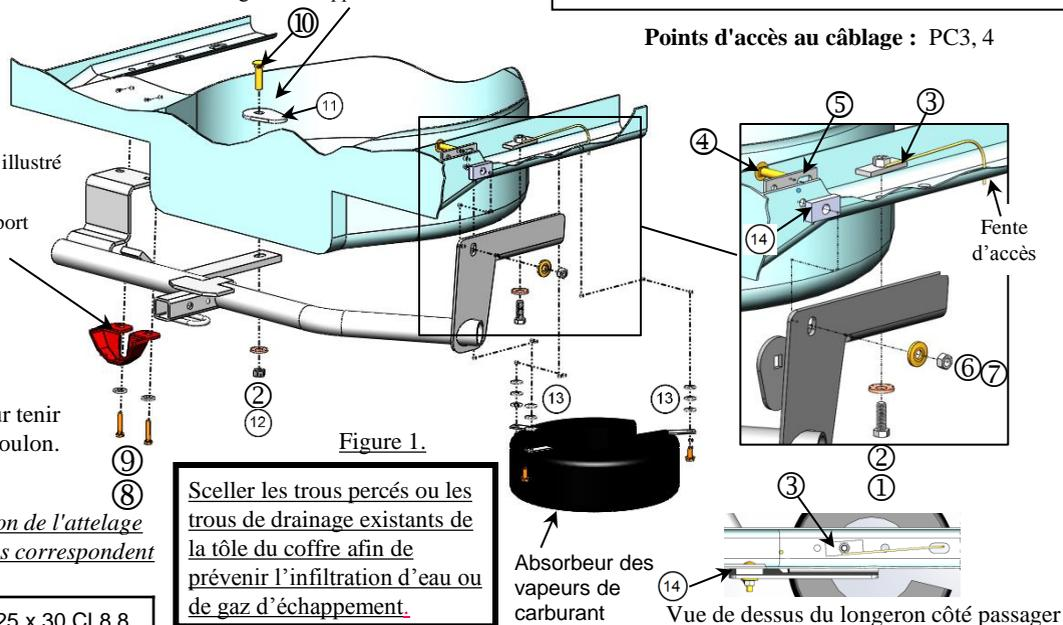

Figure 1.
- Soulever l'attelage en position. Le fil toujours attaché, pousser le boulon de carrosserie 7/16 (seulement) dans le longeron. Attacher l'espaceur (art. 14) et tirer le fil à travers le support côté passager et soulever le côté passager en position. Voir la Figure 2. Tirer le boulon de carrosserie 7/16 à travers l'espaceur et le support latéral et poser la visserie en laissant du jeu. Visser le boulon M12 dans l'écrou de levier sans trop serrer. Voir la Figure 1.
- Réinstaller l'absorbeur de vapeurs de carburant s'il a été abaissé à l'étape 4. Utiliser trois (3) rondelles plates 5/16 po pour repousser l'absorbeur de vapeurs vers le bas, réutiliser les boulons M6 d'origine.